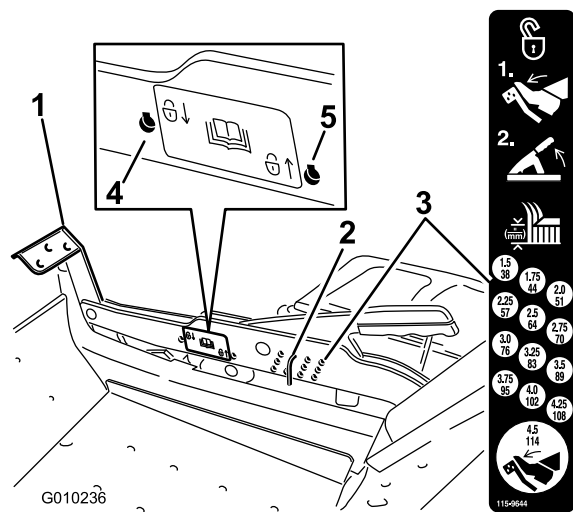

Figure 28
1. Appuyez sur la pédale de relevage du tablier avec le pied et relevez le tablier en position de transport (qui est aussi la position de hauteur de coupe de 114 mm [4,5"]) (Figure 28).
2. Pour changer la hauteur de coupe, retirez l'axe du support de hauteur de coupe (Figure 28).
3. Placez l'axe dans le trou du système de hauteur de coupe correspondant à la hauteur de coupe voulue (Figure 28).
2. Retirez l'axe du support de hauteur de coupe (Figure 28).
3. Sélectionnez le trou le plus bas sur l'autocollant de verrouillage et insérez l'axe (Figure 28).
4. Sélectionnez le trou le plus haut sur l'autocollant de verrouillage et insérez l'axe (Figure 28).